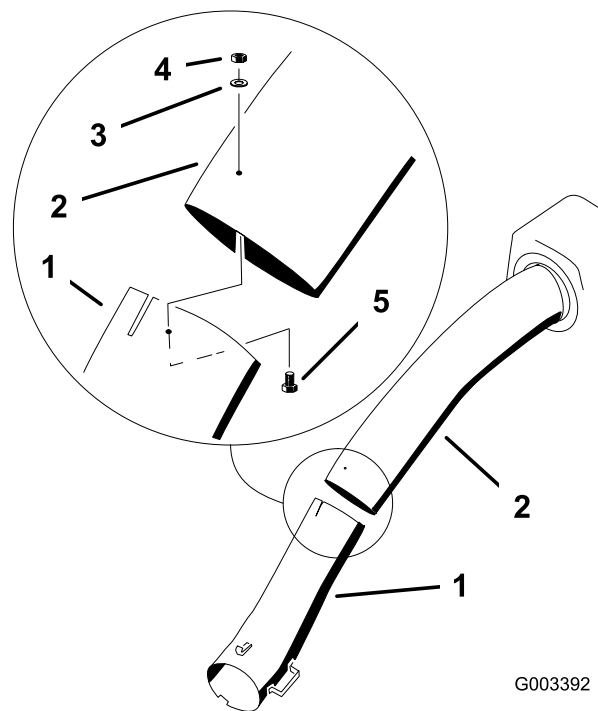

Figura 37
11. Una os tubos superior e inferior com três parafusos (n.º 10 x 3/4 pol.), anilhas planas e porcas de bloqueio, como se mostra na Figura 37.